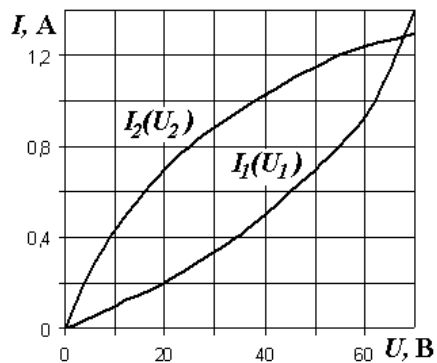

Рис. 2.10
2.4.2. Определить токи  $I_1$ ,  $I_2$ ,  $I$  в электрической цепи (рис 2.9) итерационным методом. ВАХ нелинейных резисторов представлены на рис. 2.10, активное сопротивление  $R = 100 \text{ Ом}$ , напряжение  $U = 60 \text{ В}$ .